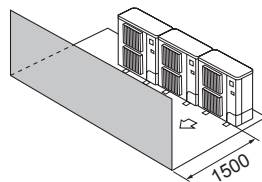

Fig. 2-14
- ③ Obstáculos apenas na parte da frente (Fig. 2-14)